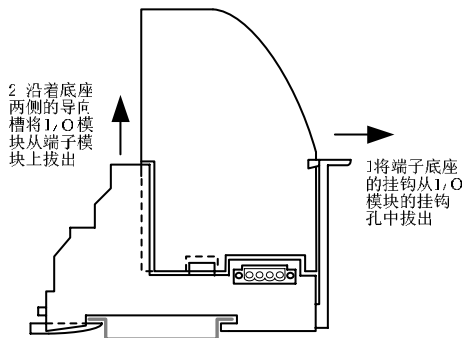

图 17 I/O 模块的拆卸
- 2 沿着底座的垂直方向，均匀用力，将 I/O 模块从底座上拔出，如图 17 所示。